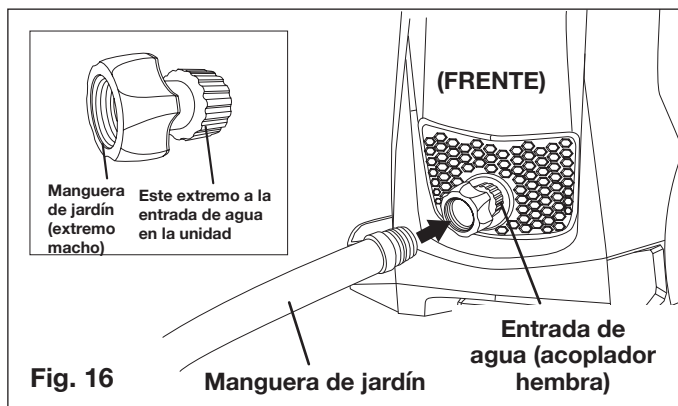

Fig. 16
12. Conecte el adaptador de la manguera de jardín (acoplador hembra) a la entrada de agua de la hidrolavadora. Luego, enrosque la manguera de jardín (extremo macho) al adaptador de manguera de jardín (Fig. 16). La manguera de jardín deberá tener un diámetro interno de al menos 13 mm (0.5 plg) y debe estar reforzada. El suministro de agua debe ser al menos igual a la capacidad de entrega de la hidrolavadora.